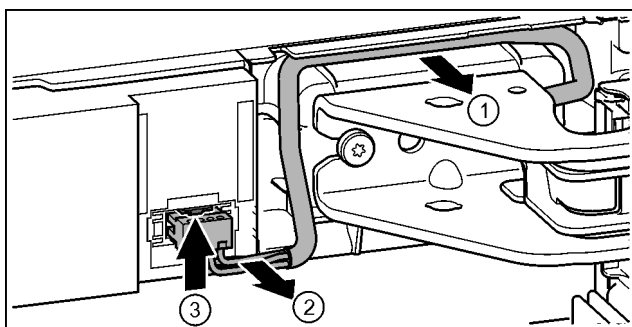

Fig. 23
- ▶ Обережно від'єднайте кабель над опорним кронштейном від направляючої. Fig. 23 (1)
- ▶ Обережно витягніть жили кабелю із каналу. Fig. 23 (2)
- ▶ Притисніть з'єднувальну накладку догори та обережно витягніть штекер. Fig. 23 (3)